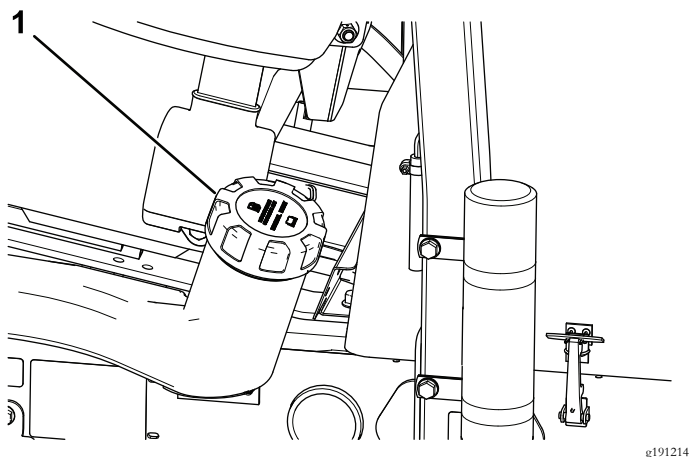

Figura 39
1. Pulite l'area circostante il tappo del serbatoio carburante (Figura 39).